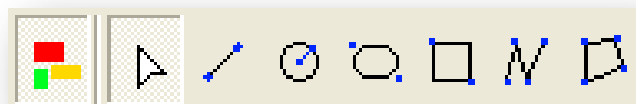

Рисунок 4.5
- Нажатие кнопки  позволяет просматривать и редактировать зоны охраны (Рисунок 4.5).
Для создания областей необходимо в панели инструментов нажать кнопку  «просмотр и редактирование зон охраны» (Рисунок 4.5). При этом станет доступна панель инструментов для редактирования зон охраны.